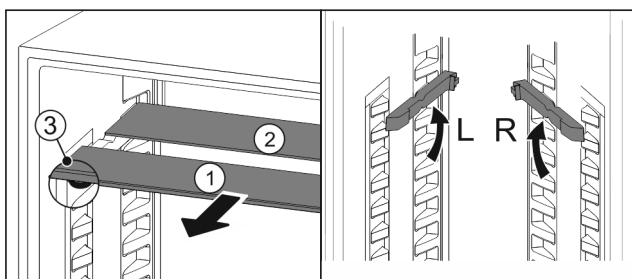

Fig. 48
- Sortir les tablettes par l'avant Fig. 48 (1).
- La tablette en verre Fig. 48 (1) avec bordure décorative est située à l'avant.
- Les butées Fig. 48 (3) sont orientées vers le bas.